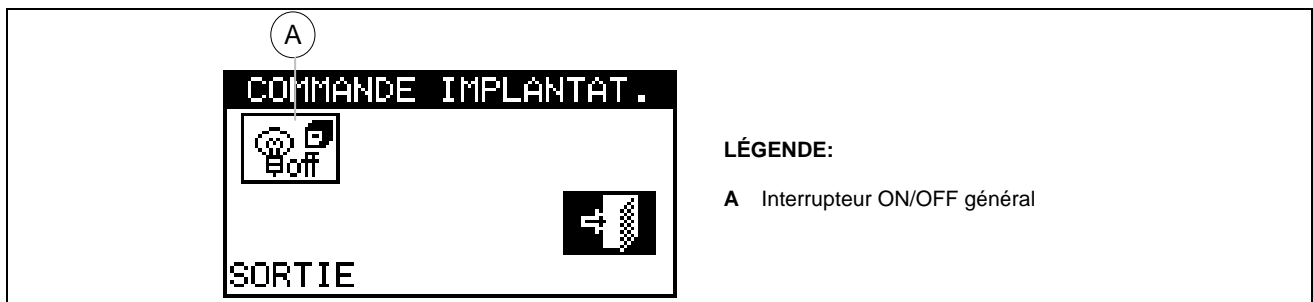

Figure 4 – EXEMPLE D'ECRAN CONTROLE SERVICE ECS DE BASE OU SÉPARABLE
- 4 - Dans les deux cas (“Commande Installation ECS base” et “Commande Installation ECS séparable”), l'écran présenté à la Figure 4 apparaît.